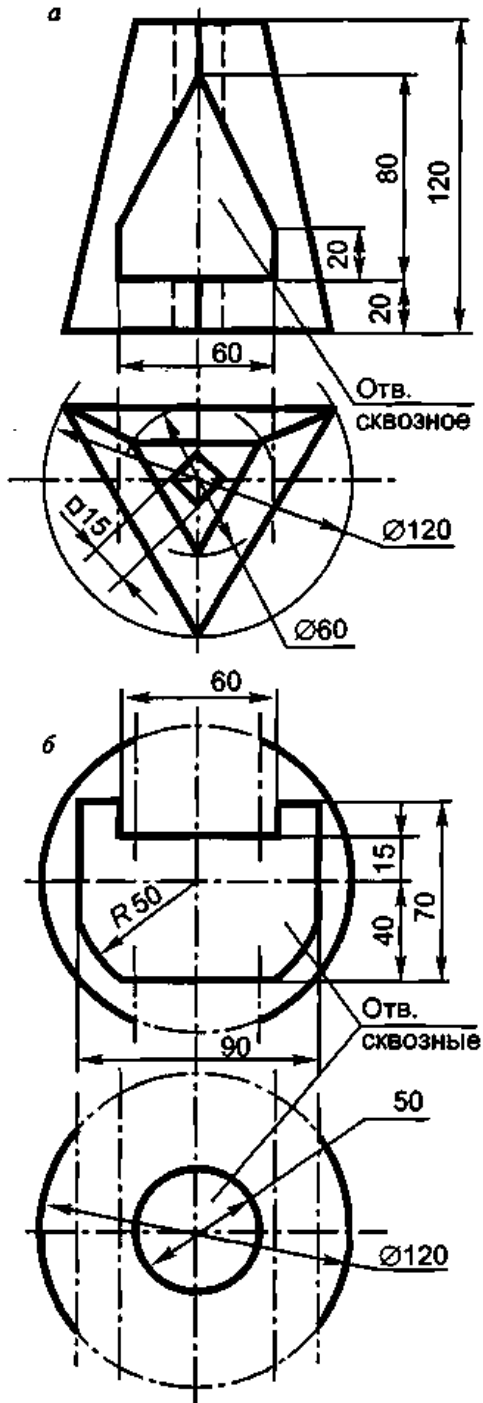

Рис. 2.27
17. Выполнить чертежи треугольной пирамиды (а) и сферы (б) с окнами в трех проекциях с тремя разрезами каждой (рис. 2.27).